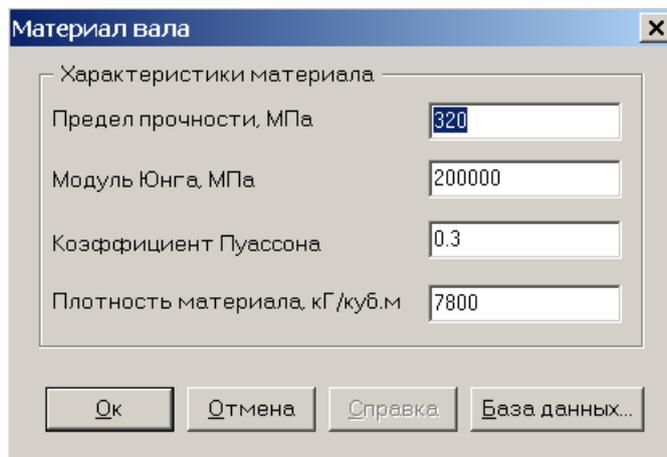

Рисунок 2.64
**Задание 16.** Укажите параметры материала (рисунок 2.64)